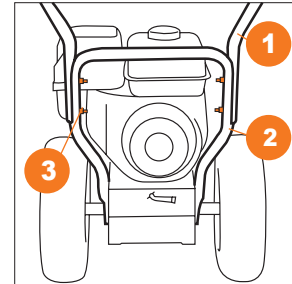

Рис. 7
- Соедините рукоятки панели оператора **1** с нижней частью рукоятки **2** с помощью крепежных элементов **3** (болт M8x40 – 4 шт., фигурная шайба – 4 шт., гайки M8-4шт.) (Рис. 7).